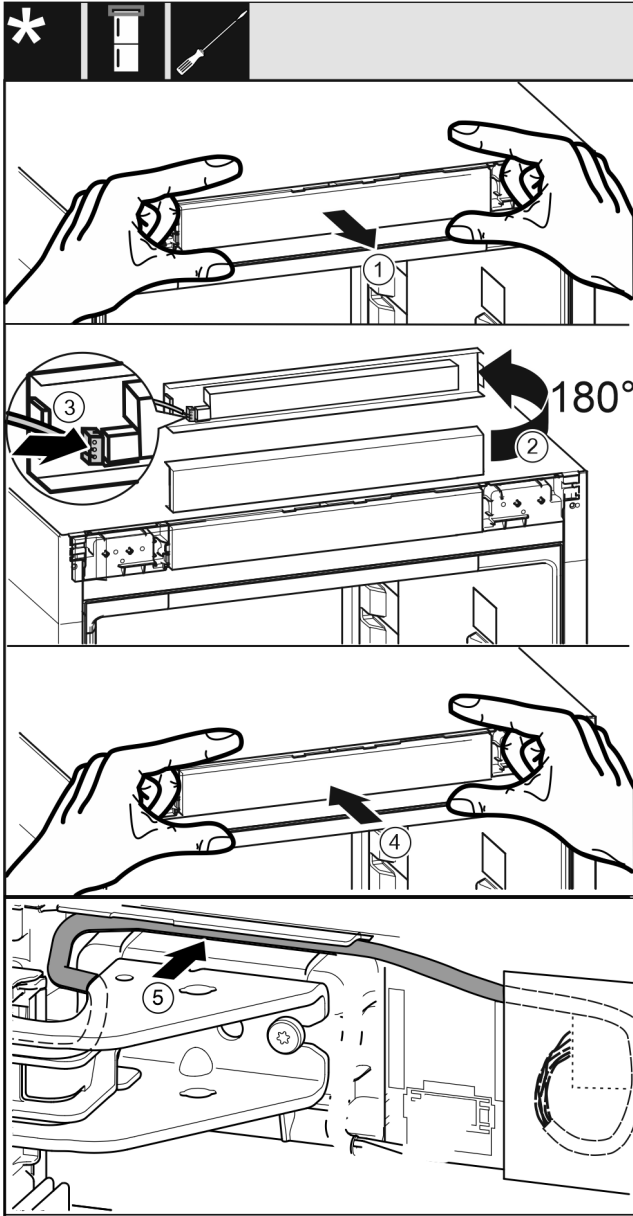

Fig. 32
- ▶ Opatrne vytiahnite obslužný kryt. Fig. 32 (1)
- ▶ Otočte kryt o 180° nahor. Fig. 32 (2)
- ▶ Zaklapnite zástrčku na kryte obslužného dielu. Fig. 32 (3)
- ▶ Obslužný kryt znova zaistíte na zariadení. Fig. 32 (4)
- ▶ Sivý kábel opatrne položte do vedenia nad hornou ložiskovou konzolou. Fig. 32 (5)